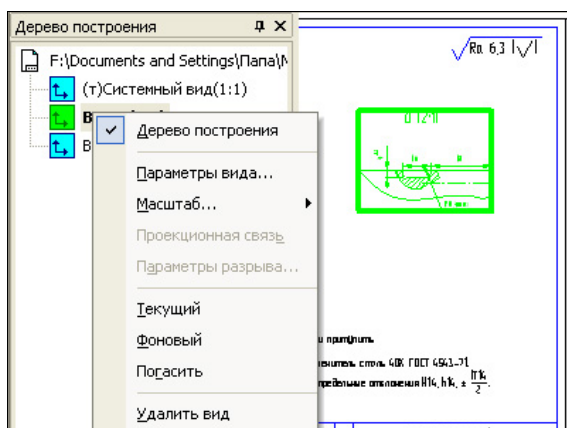

Рис. 13.25. Контекстное меню выделенного Вода
- ♦ щелкните ПК мыши по любому значку **Вид**. Появится контекстное меню (рис. 13.25), с помощью которого вы можете изменить параметры вида, масштаб вида, его видимость и даже его удалить.